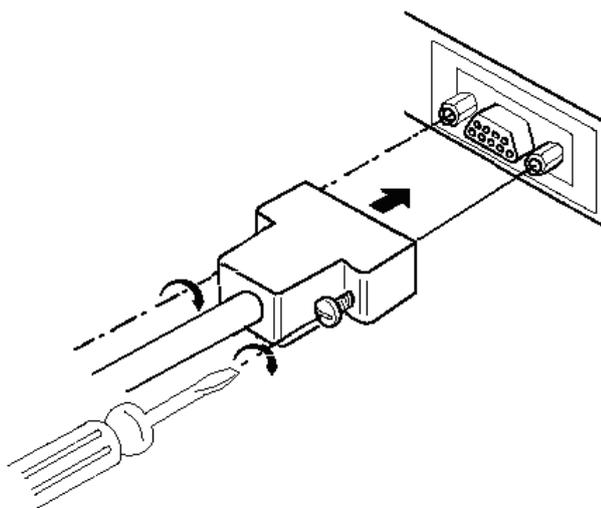

Рисунок 4 Подключение интерфейсного кабеля (9-pin)
3. Закрепите интерфейсный кабель при помощи винтов, как показано на Рис. 4.